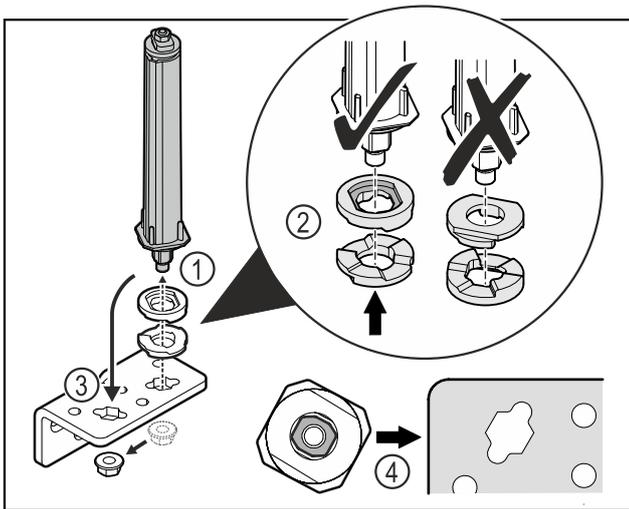

Fig. 36
- ▶ Atlaisvinkite veržlę ir pašalinkite durų uždarymo sistemą Fig. 36 (1).
- ▶ Atkreipkite dėmesį į tai, kad aukščio reguliavimo poveržlės būtų tinkamai išlygiuotos Fig. 36 (2).
- ▶ Perkelkite durų uždarymo sistemą šarnyriniame kampuočiuje ir užfiksuokite veržle Fig. 36 (3).
- ▶ Įstatydami atkreipkite dėmesį į tai, kad durų uždarymo sistema būtų tinkamai išlygiuota Fig. 36 (4).